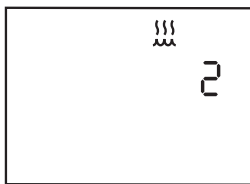

Figura 6–6 Tela Configuração do umidificador
1. Na tela Modo de Espera (standby) ou de Monitoração, pressione continuamente a tecla  por vários segundos. A tela Configuração do umidificador é exibida, tal como aparece na Figura 6–6.